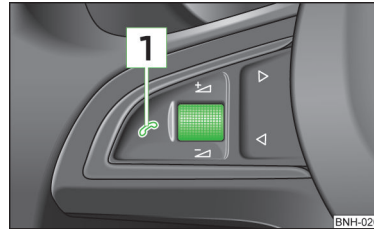

Abb. 83
Durch kurzes Drücken der Taste **1** » Abb. 83 am Multifunktionslenkrad.
Wenn das System gerade eine Meldung abspielt, dann ist es notwendig, die gerade abgespielte Meldung durch kurzes Drücken der Taste **1** » Abb. 83 am Multifunktionslenkrad zu beenden.
- durch kurzes Drücken der Taste **1** » Abb. 83 am Multifunktionslenkrad.